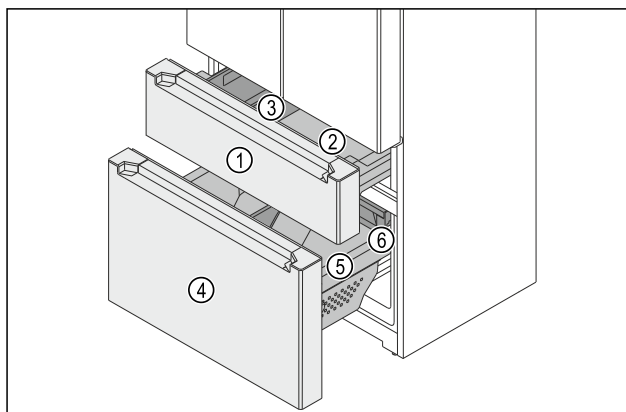

Fig. 147 Izvlečna vozička zamrzovalnika
- (1) Zgornji izvlečni voziček
- (2) Posoda
- (3) FlexBox
- (4) Spodnji izvlečni voziček
- (5) Posoda
- (6) Predal
Zamrzovalnik ima dva predala z izvlečnim vozičkom. V zgornjem izvlečnem vozičku Fig. 147 (1) sta posoda Fig. 147 (2) in FlexBox Fig. 147 (3). V spodnjem izvlečnem vozičku Fig. 147 (4) je ena večja posoda Fig. 147 (5) in en predal Fig. 147 (6). Posode v zgornjem in spodnjem izvlečnem vozičku lahko zaradi čiščenja odstranite.